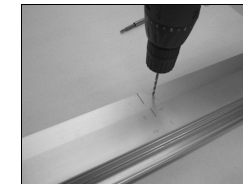

Рис. 5
- E. Используйте соответствующую сверлильную головку для перфорации и соберите передний кронштейн, стараясь хорошо затянуть все винты (Рис. 5 и Рис. 5bis).
- E. Используйте сверлильную головку подходящего размера для перфорации и соберите передний кронштейн, стараясь надежно закрепить винты в нужном положении (рис. 5 и рис. 5bis).
Рис. 5 bis